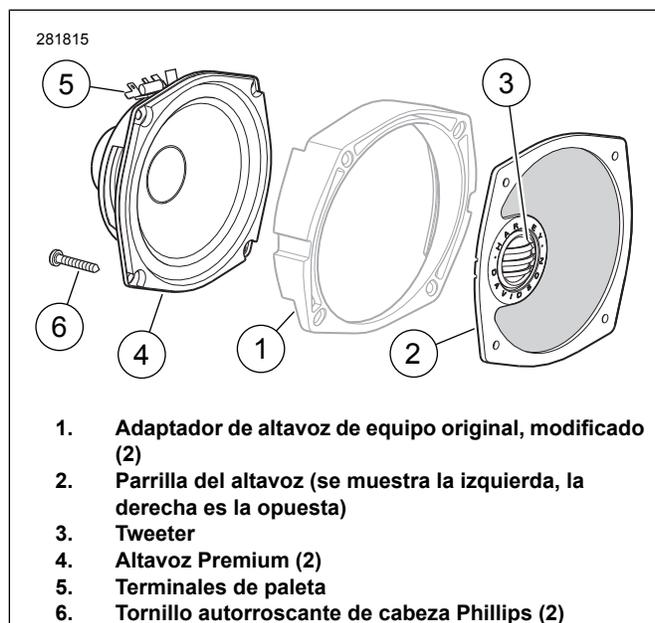

Figura 4. Componentes del kit de altavoces delanteros Boom! Audio para los Electra Glide y Trike
Consulte la Figura 4. Coloque la correcta parrilla nueva del altavoz (2) contra la superficie del adaptador (1), como se muestra, con el borde grueso del adaptador hacia arriba y el tweeter (3) en el lado exterior del vehículo. Pase los cables del tweeter hacia afuera entre la parrilla y el adaptador en el lado exterior. Coloque un altavoz nuevo (4) contra la superficie trasera del adaptador como se muestra, con los terminales de paleta (5) hacia arriba.
4. Alinee los agujeros de montaje del altavoz, del adaptador y de la parrilla. Use los dos tornillos TORX® más largos que se extrajeron anteriormente para sujetar los tres componentes al fuselaje interior a través de los dos agujeros superiores. Consulte la Figura 4. Use un tornillo de cabeza Phillips nuevo (6) del kit en el agujero exterior inferior, sujetando la riostra de soporte del fuselaje debajo de la cabeza del tornillo. No se usa el agujero inferior interior.